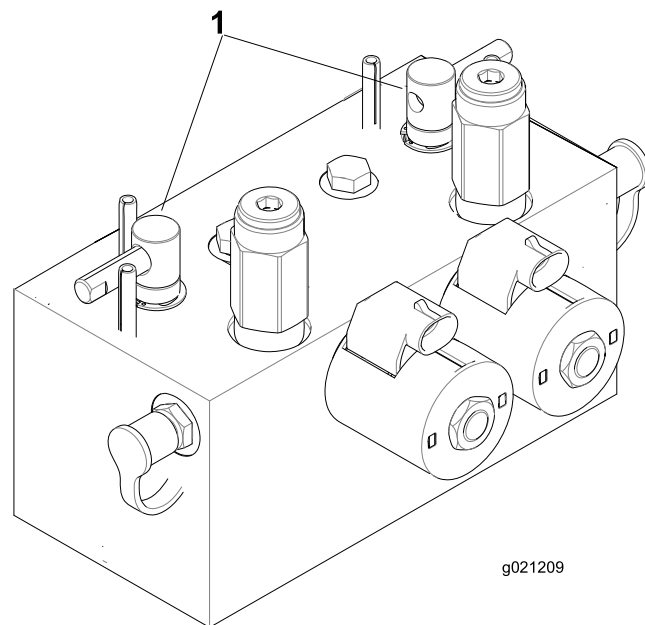

Figure 77
2. Déverrouillez le capot et soulevez-le pour exposer les leviers de rodage (Figure 77).
5. Sélectionnez les leviers de rodage avant, arrière ou les deux pour déterminer les plateaux qui doivent être rodés (Figure 77).